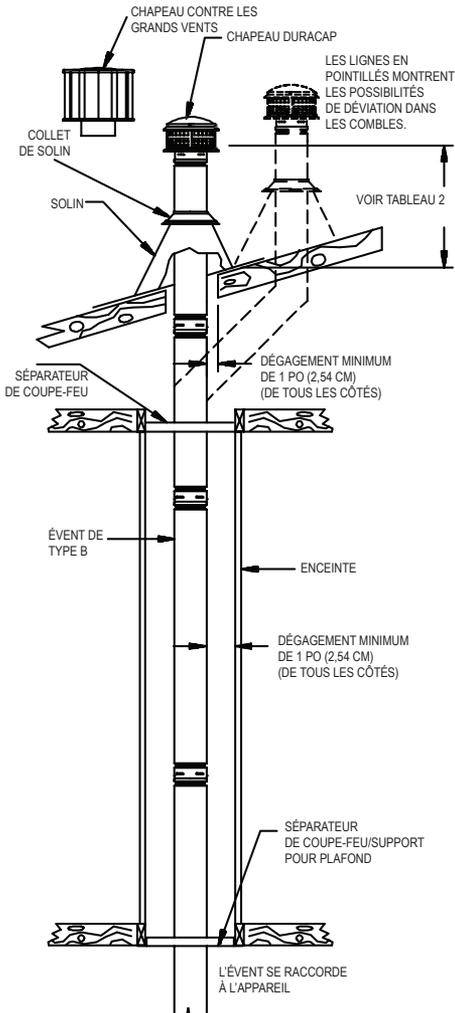

Figure 1
3. Les **figures 1, 2 et 3** présentent des exemples d'installations résidentielles typiques.
9. Enceintes. Toute partie de l'évent qui traverse une zone occupée doit être protégée, afin d'éviter tout dommage accidentel au système, ainsi que les brûlures. La **figure 1** montre un système qui passe à travers un deuxième étage occupé. DuraVent ne recommande pas l'installation du conduit d'évacuation de type B sur le mur extérieur d'un bâtiment, particulièrement dans les climats froids. Si cela s'avère nécessaire, protégez la partie extérieure du système à l'aide